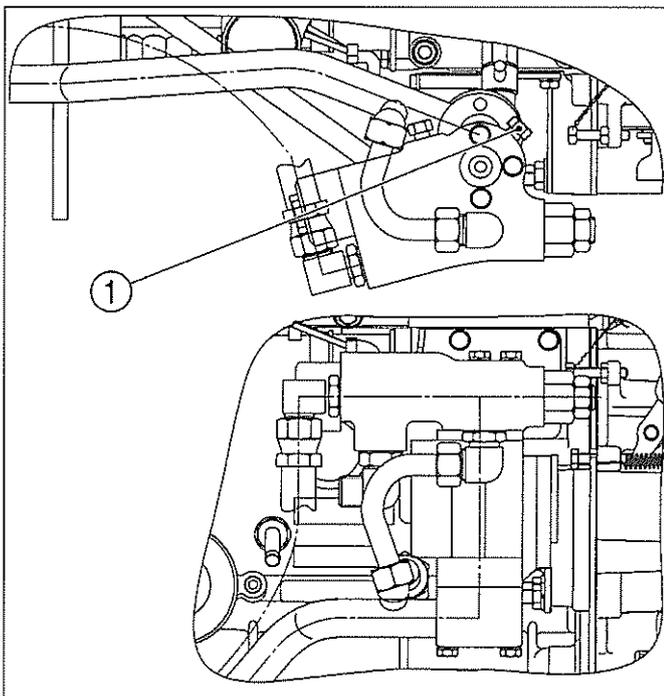

FIG. 46 / ABB. 46 / FIG. 46
FIG. 46 : Pour purger l'air du système hydraulique, desserrez le bouchon (1) d'un tour ou d'un tour et demi. Ne retirez JAMAIS le bouchon, sinon l'huile sera éjectée par l'orifice du bouchon pendant la purge. Démarrez le moteur et faites-le tourner à plein régime.